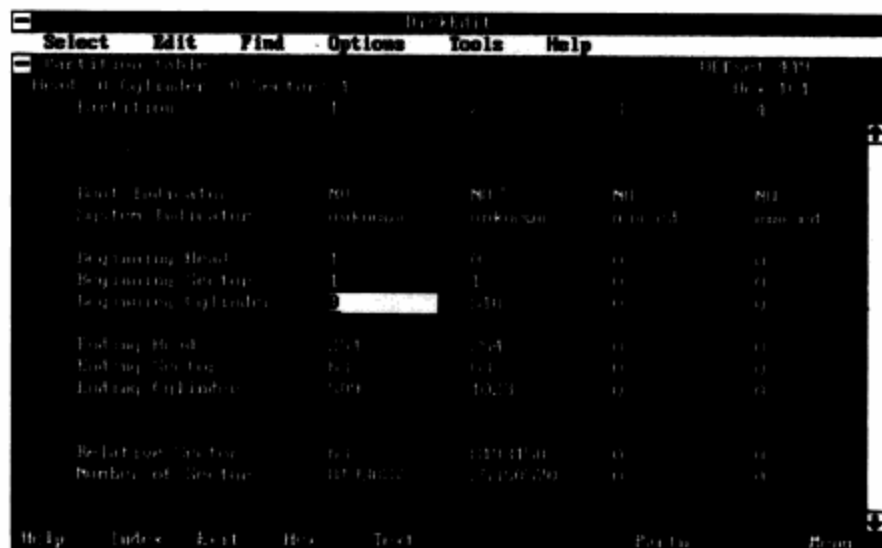

图9-44 分区表的信息
**步骤 07** 选OK选项后按Enter键，退回到主菜单。打开Select选项，选中Partition Table，按Enter键就会看到分区表的信息。如图9-44所示。